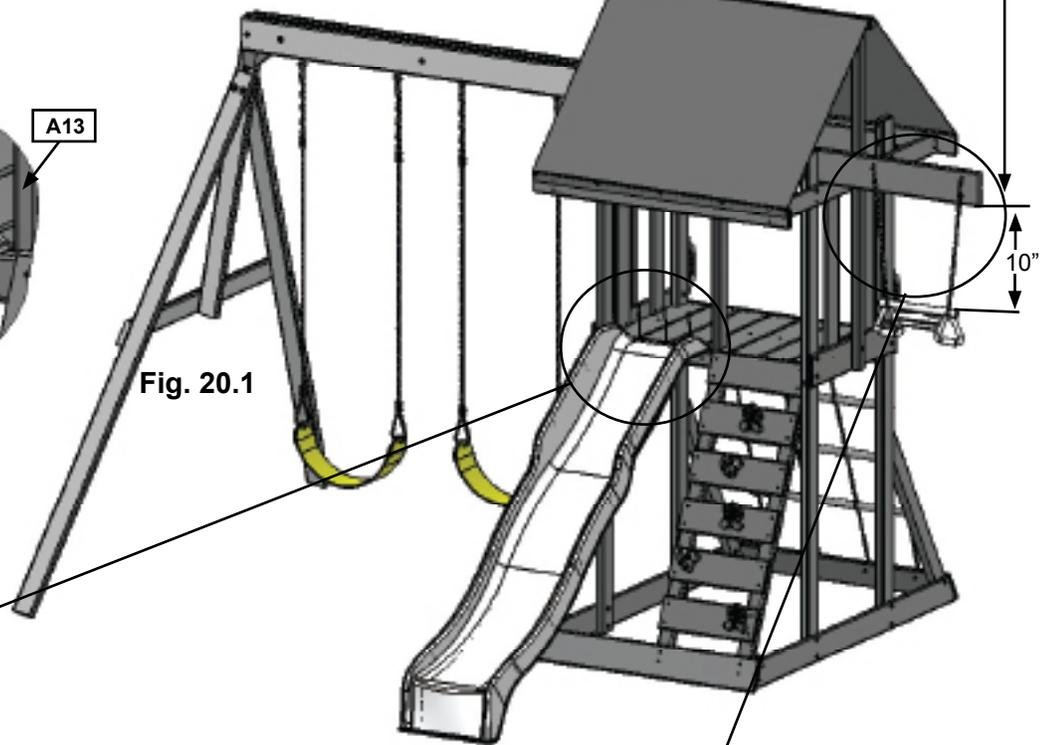

Fig. 20.1
- A:** Placer la glissoire au centre entre le poteau du coin (A20) et le séparateur central (A13). (fig. 20.1)
- C:** Fixer la balançoire Acro à l'extrémité du dessus Acro (A23) en s'assurant que le nœud est serré et bien attaché. L'espacement entre la balançoire Acro et le dessus Acro (A23) ne devrait pas être moins que 10". (fig. 20.1 & 20.4)